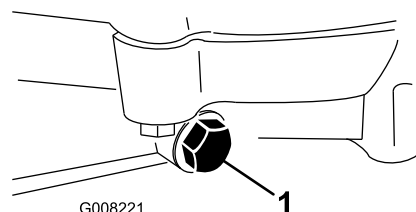

Рисунок 47
4. Поместите поддон под сливную пробку (Рисунок 47).